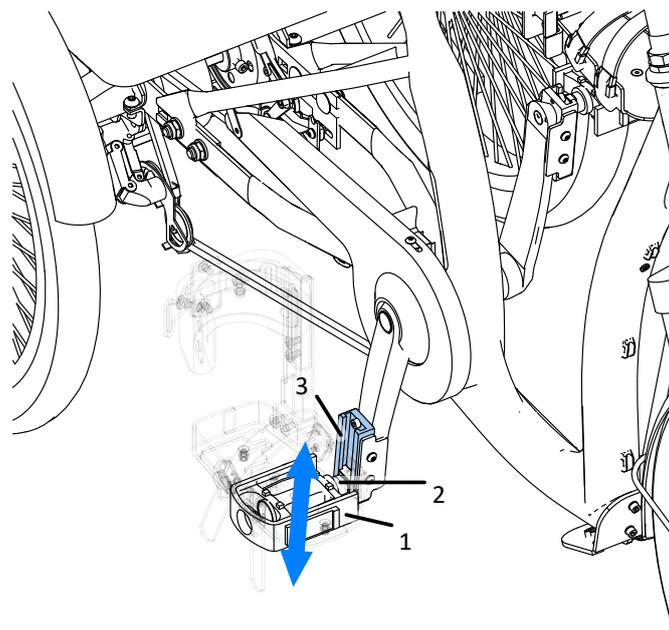

Abb. 35
Der Kurbelverkürzer ermöglicht es, die Pedalachse entlang der Kurbel zu verschieben, um sie an die Beinlänge des Benutzers anzupassen. Um die Einstellung vorzunehmen (Abb. 35), lösen Sie das Pedal (1), indem Sie den Stift (2) gegen den Uhrzeigersinn drehen. Bringen Sie dann das Pedal in der Halterung (3) in die gewünschte Position. Sobald die richtige Position ermittelt ist, ziehen Sie den Stift (2) im Uhrzeigersinn fest. Die Einstellung des Pedals auf der anderen Seite erfolgt nach dem gleichen Prinzip: Um das Pedal zu lösen, drehen Sie die Spindel (2) im Uhrzeigersinn, um es zu arretieren, drehen Sie sie gegen den Uhrzeigersinn.